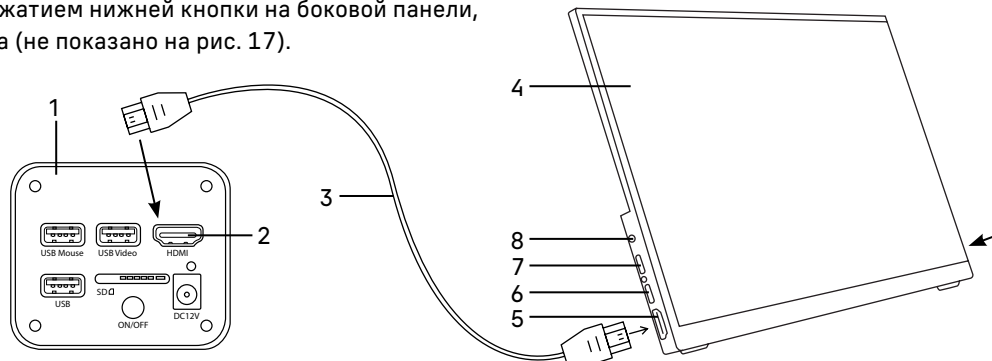

Рис. 17. Использование монитора
- Включите монитор нажатием нижней кнопки на боковой панели, как указывает стрелка (не показано на рис. 17).